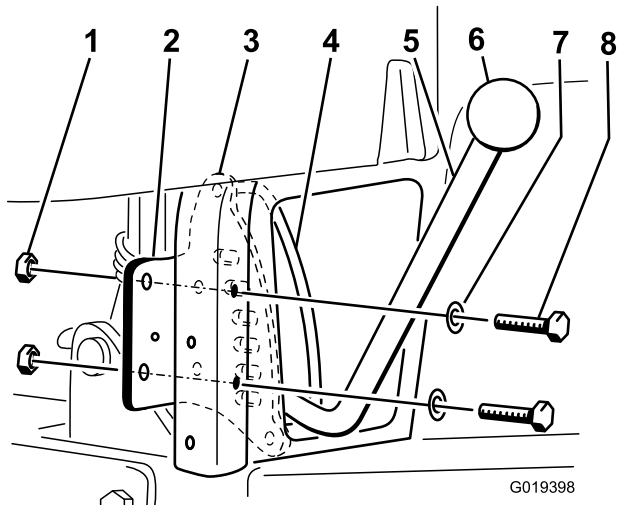

Рисунок 3
Примечание: Рукоятка должна пройти между фиксирующей пластиной и направляющей рукоятки (Рисунок 3).
7. Установите фиксирующую пластину на обратную сторону задней вертикальной трубы рамы с помощью 2 болтов (5/16 x 2¼ дюйма) и 2 шайб, снятых на этапе 4, а также 2 контргаек (5/16 дюйма). Расположите детали, как показано на Рисунок 3.
8. Установите головку на рычаг подъема (Рисунок 3).